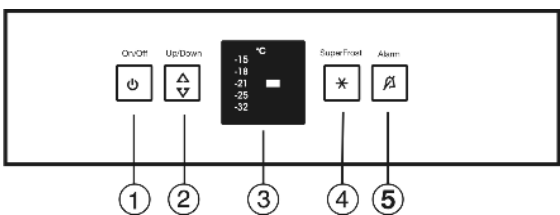

Fig. 2
- ▶ Pulse la tecla On/Off *Fig. 2 (1)*.
El tono de aviso se desactiva automáticamente, la tecla Alarm *Fig. 2 (5)* se apaga y el indicador de temperatura deja de parpadear cuando la temperatura vuelve a ser lo suficientemente baja.
- ▶ Pulse la tecla Alarm *Fig. 2 (5)*.